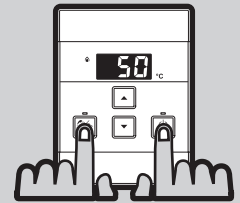

Fig. 3
STEP 1: solo sul comando 'Master', premere e mantenere premuti contemporaneamente i tasti 'Priority' e 'On/Off' (Fig.3) per circa 5 secondi, fino a quando il comando emette un 'beep'.